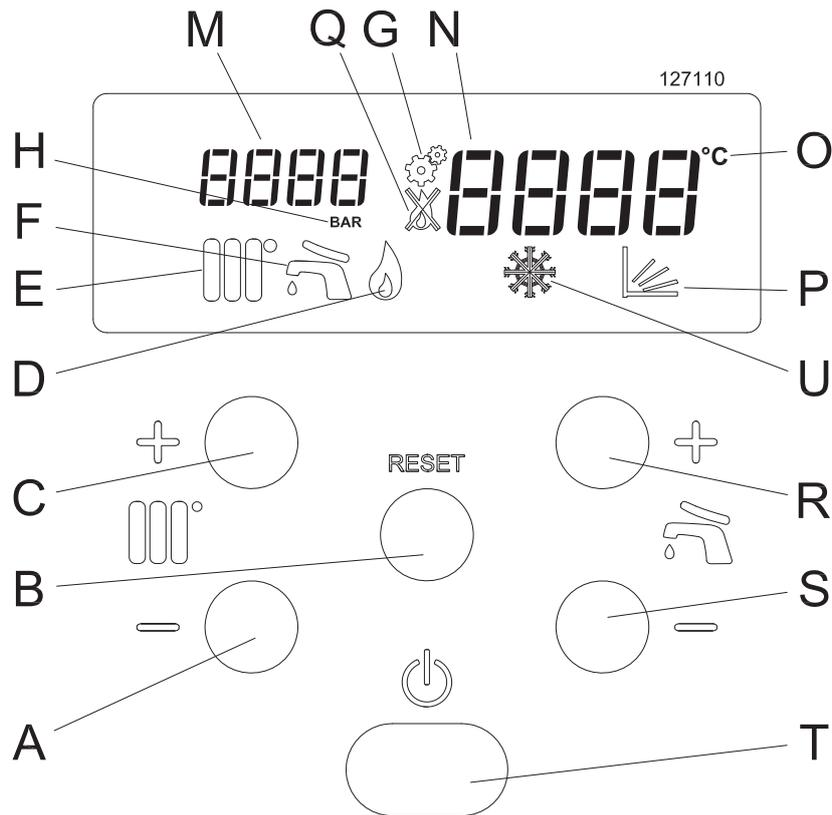

Figura 51
4. - Appare sul display l'icona  "E" (Figura 51);
6. - Appare sul display l'icona  "F" (Figura 51);
1. - Se la pressione all'interno del circuito del riscaldamento scende al di sotto di 0,8 bar, il visore "N" (Figura 51) mostra FILL ad indicare che è necessario ripristinare la corretta pressione;
4. - Controllare la pressione sul visore "M" (Figura 51), deve raggiungere la pressione di 1,3 - 1,5 bar (l'indicazione FILL scompare superati 1,1 bar);
2. - Premere il tasto "T" (Figura 51);
7. - Appare sul display l'icona  "F" (Figura 51);
La regolazione della temperatura dell'acqua calda sanitaria si esegue agendo sui tasti  e . Premuto uno dei due tasti, il visore "N" (Figura 51) comincia a lampeggiare e a mostrare la temperatura che si sta impostando. Il campo di regolazione entro il quale si può regolare la temperatura del sanitario va da 40°C a 60°C. Tenendo premuto il tasto  anche sotto 40°C, comparirà la scritta **OFF** ad indicare lo spegnimento del servizio sanitario evidenziato anche dallo spegnimento dell'icona  "F" (Figura 51).